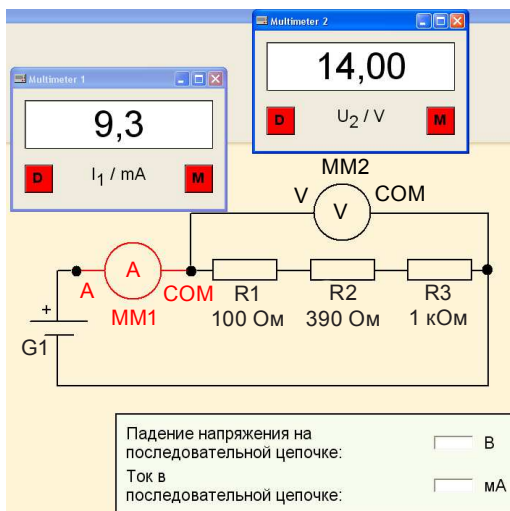

Рис. 5. Измерение напряжения и силы тока в электрической цепи
8. Измерить напряжение и силу тока в электрической цепи и перенести значения в предусмотренные для них поля (рис. 5). Рассчитать общее сопротивление электрической цепи.